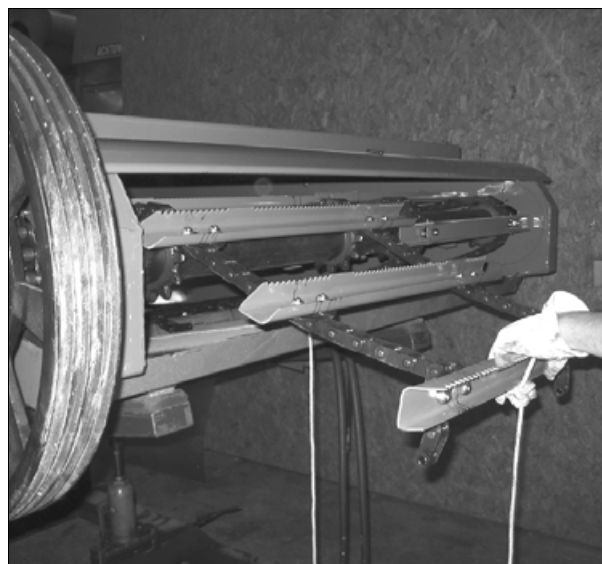

Рис. 2.
- Снимите цепь со звездочек. Для снятия цепи с переднего вала одновременно вращайте шкив ременной передачи и тяните за веревку (рис. 2).